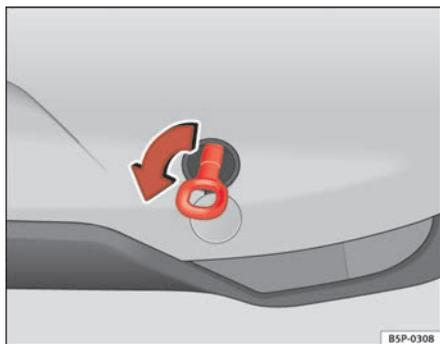

Fig. 208 Enroscar a argola de reboque de trás
- Aparafuse a argolla até ao batente para a *esquerda*, no sentido indicado pela seta ⇒ fig. 208.